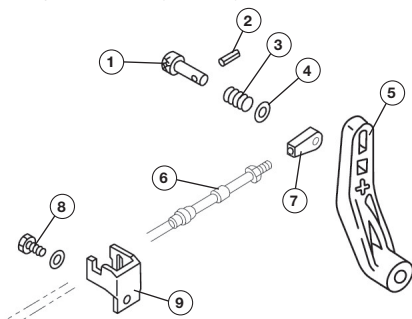

Рис. 12 Установка троса переключения передач
5. Закрепите трос переключения передач на рычаге, оболочку троса закрепите в кронштейне (Рис. 12).